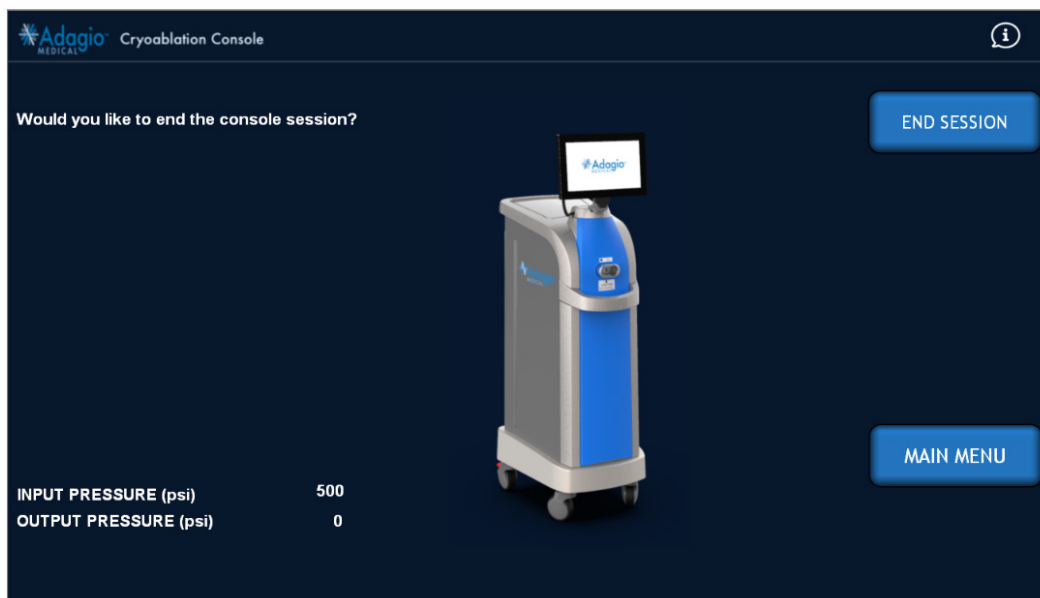

Abbildung 107 – Bildschirmanzeige: Herunterfahren der Konsole – Bestätigung des Sitzungsendes
1. Das Ende der Konsolensitzung durch Drücken auf „END SESSION“ (Sitzung beenden) in dem in *Abbildung 107* gezeigten Bildschirm bestätigen.